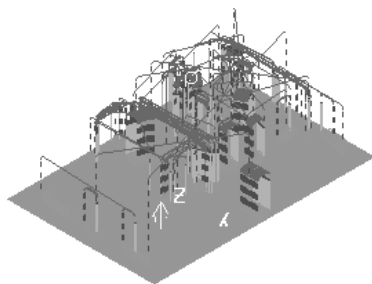

图 2-94 生成的刀具路径
9) 在“交叉等高精加工”对话框中单击“应用”按钮和“接受”按钮，确定参数并退出对话框，生成的刀具路径如图 2-94 所示。